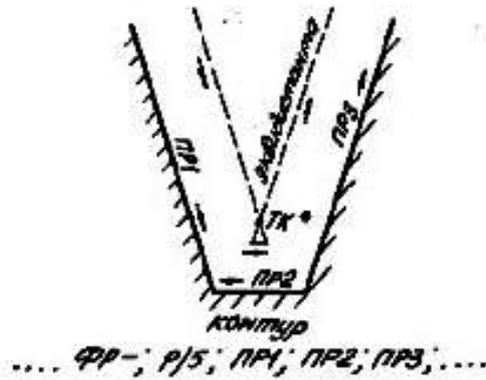

Рисунок 85
2. Направление движения по элементу на эквидистанте противоположно направлению движения по соответствующему элементу на контуре. В этом случае геометрический элемент "выбрасывается" (см.рис. 85,86). Операторы S, Z, F, Q и техкоманды, записанные перед оператором движения по этому элементу, игнорируются.